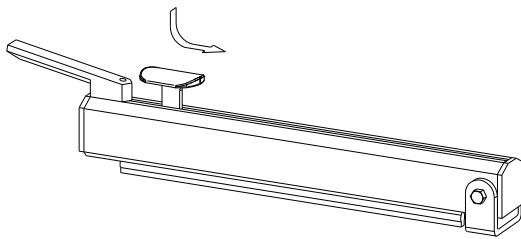

Fig1
3. Durch herunterdrücken und verschieben des Messerschlittens nach links und nach rechts, während des Schweiß- und Kühlvorgangs, kann die überschüssige Folie abgeschnitten werden (fig 1).
3. Para cortar, se aprieta el botón rojo en la parte superior del brazo, y se mueve rápidamente la cuchilla hacia la izquierda o hacia la derecha cuando el brazo está colocado sobre la barra selladora (fig. 1).
3. Si nécessaire, on peut couper la partie au dessus de la soudure à l'aide du couteau pressant le bouton rouge et en le faisant passer d'un côté à l'autre du bras, lorsque celui-ci est abaissé (pendant la soudure). (fig. 1).
3. Overskæring af folien sker ved at trykke knivholderen ned og føre denne på tværs af kæben under svejse- og køletiden. (fig 1)
3. Vid avskärning: Pressa ned knivhållaren och för knivsläden snabbt över folien under tiden armen är i nedpressat läge (fig.1).
3. Folien kan kuttes ved å trykke den røde knivholderen på sveisearmen ned og samtidig skyve den til den andre siden av armen, mens denne er nede (fig. 1).